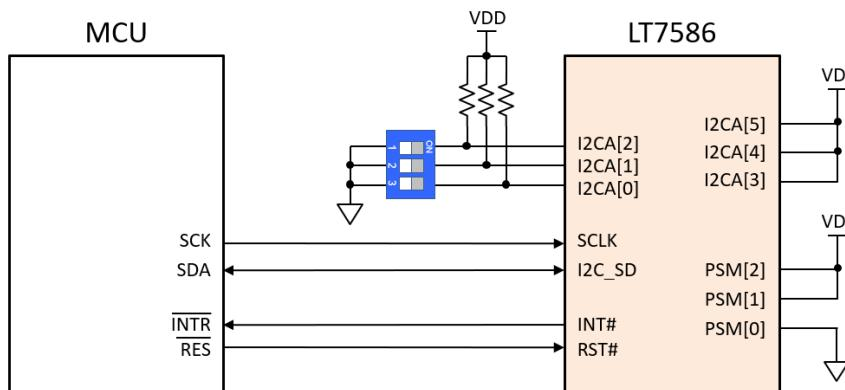

图 5-12：MCU I2C 串联接口电路图（不支持连读模式）
- 单读模式下（引脚 PSM=110b，如图 5-12），如果 I2C STSR/DATR 送出的 Data 不论收到何种响应都只有一笔资料，如需下一笔资料须再重下读取命令。